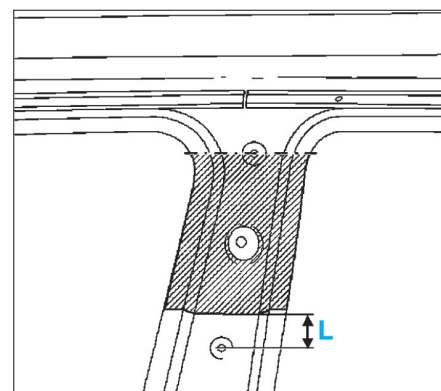

FIG. 49
- Tracer puis découper suivant les lignes indiquées (fig. 49).